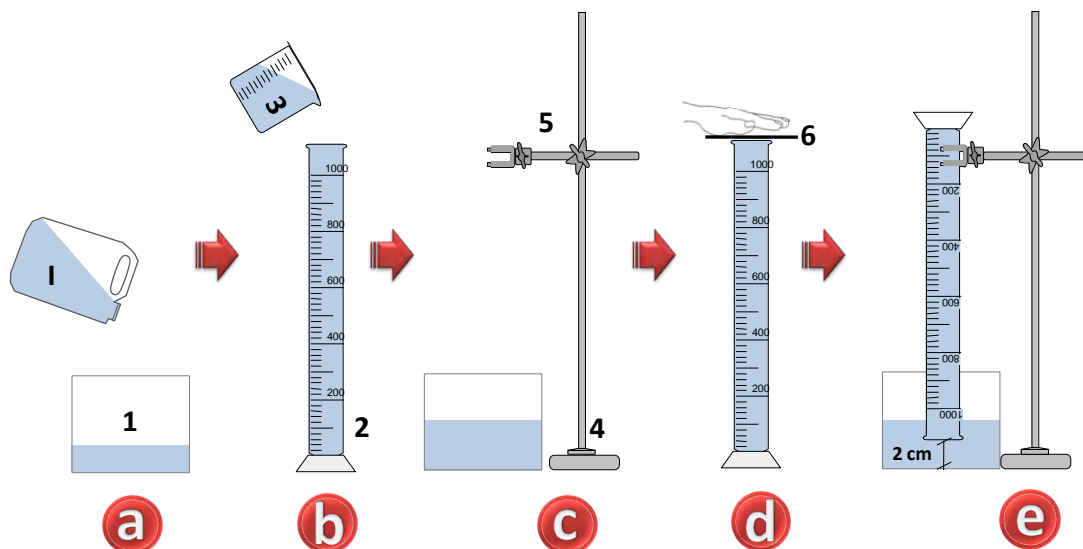

Abb. 2
A. Anleitung zum Aufbau der Gas-Auffangapparatur entsprechend Abbildung 2